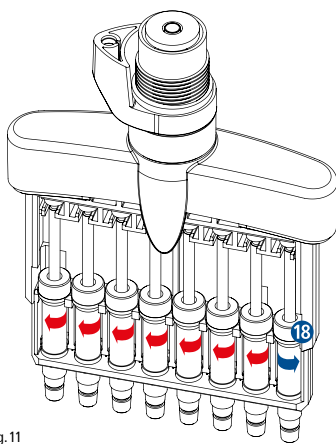

Fig. 11
- Il gruppo pistone 18 viene sbloccato dal dispositivo di fissaggio con l'aiuto di una chiave a brugola (Fig. 11).